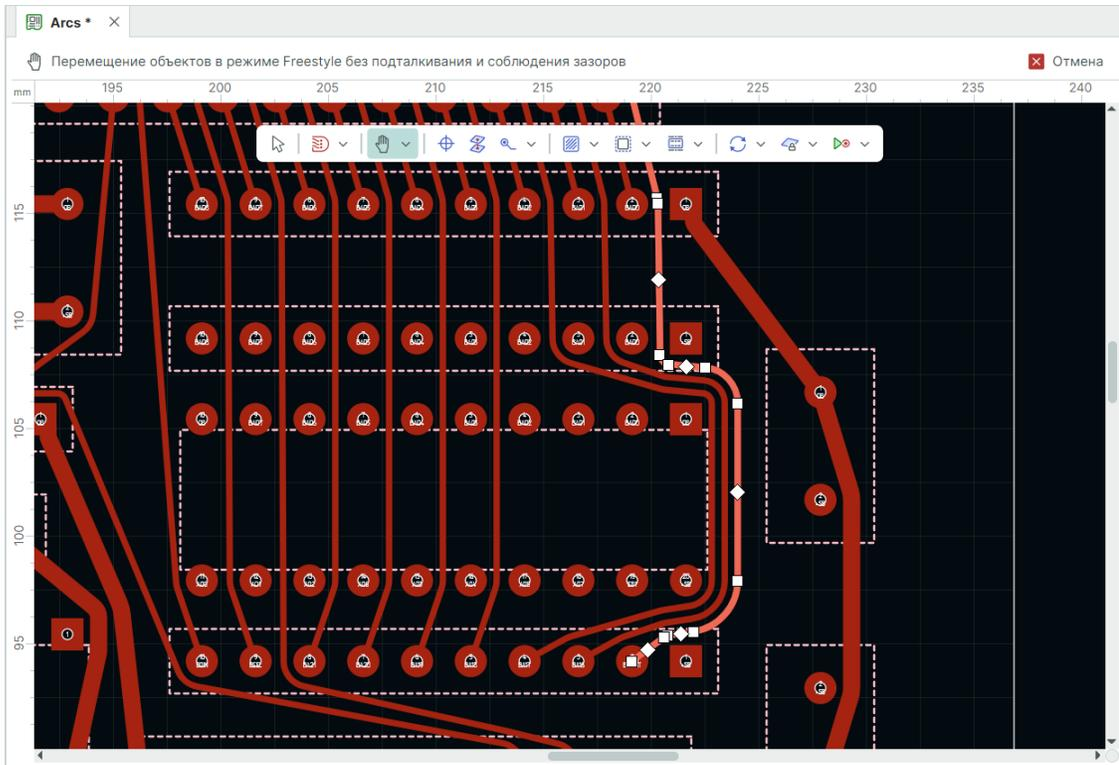

Рис. 445 Выделение проводника в режиме Freestyle
1.1. Выделите проводник, см. Рис. 445.